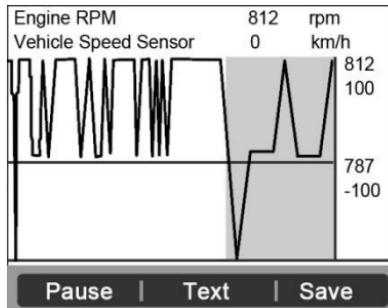

Figura 5.12
- Si el ícono “**Gráficas**” en la parte inferior aparece cuando una PID está resaltada, hay información gráfica disponible. Seleccione **Gráfica** para ver la gráfica. (Figura 5.12). El nombre de PID, valor actual, valores máximos y mínimos se muestran en la pantalla.